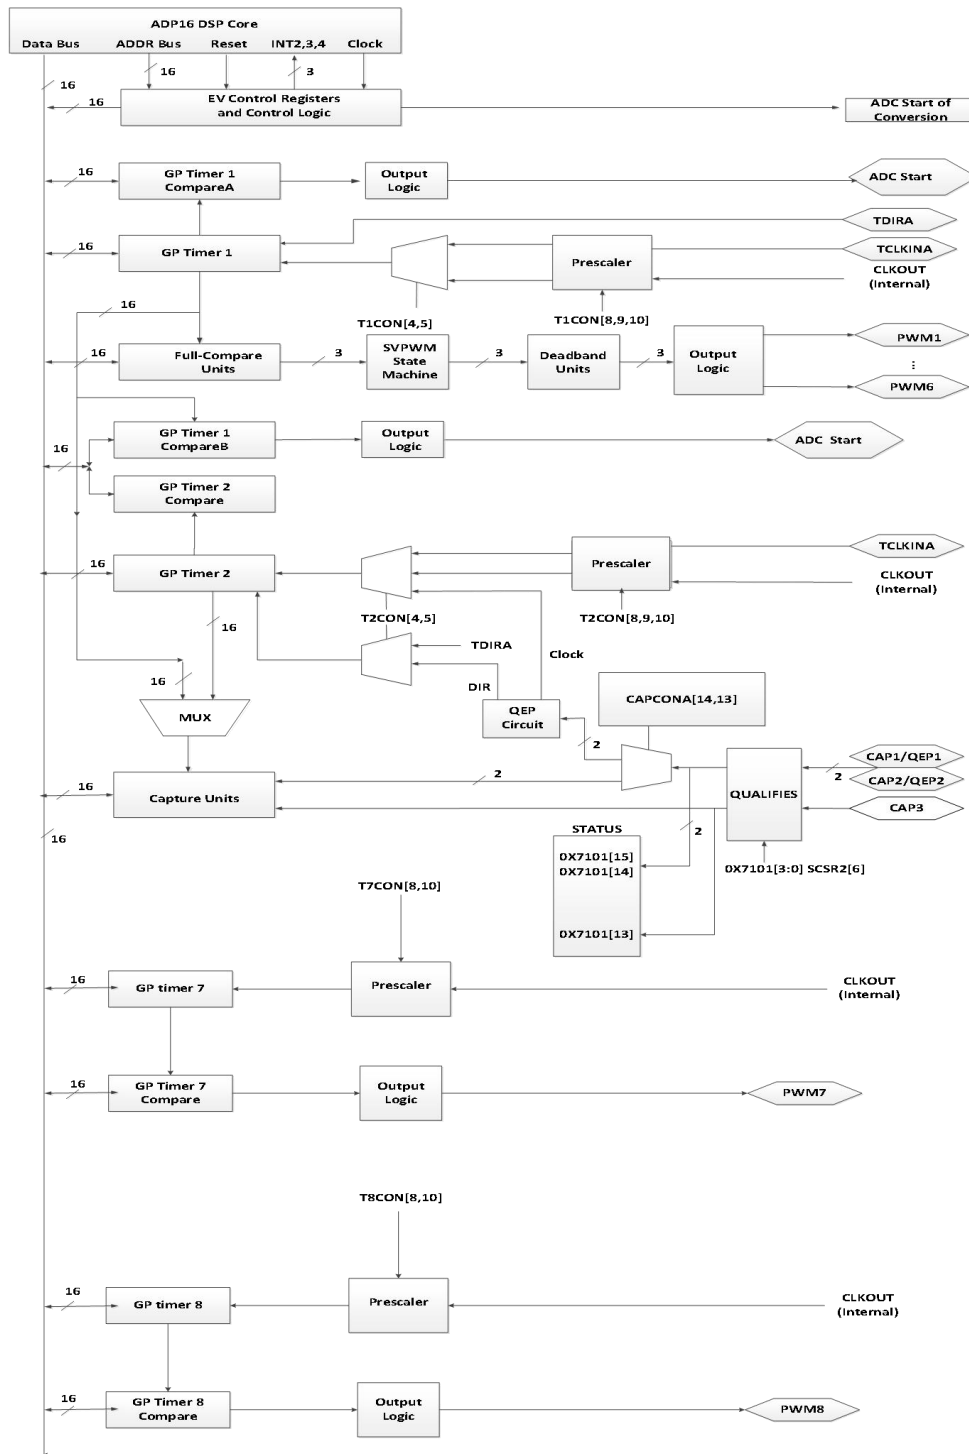

图 14-1 为事件管理器模块 (EM1) 结构框图
事件管理器模块包括通用(GP) 定时器、完全比较/ PWM 单元、捕获单元和正交编码器脉冲(QEP) 电路。表 14-1 显示了使用的模块、信号名称、特性、功能, 并且标出了 EM1 命名规则, 图 14-1 为事件管理器模块 (EM1) 结构框图。